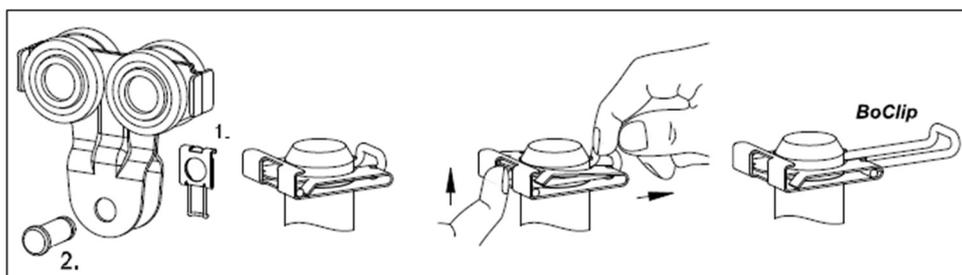

fig. 62
2. Quite los topes **1** (siguiendo las instrucciones de la fig. 62) y extraiga los pernos de suspensión **2**.
6. Quite el tope/pasador **1** (siguiendo las instrucciones de la fig. 62) y extraiga el perno de suspensión **2**.